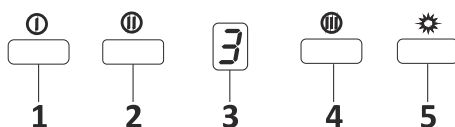

Fig. 18: 3 Trins Digital Knap
- 1.** Tryk på denne knap for at tænde for apparatet. Når der trykkes på denne knap, tændes apparatet med 1. hastighed. Fig. 18
- 2.** Når der trykkes på denne knap, vil apparatet blive betjent med 2. hastighed. Fig. 18
3. ➤ Digital Skærm: De kan se, hvilken hastighed apparatet er i drift.Fig. 18
4. ➤ Når der trykkes på denne knap, vil apparatet blive betjent med 3. hastighed.Fig. 18
5. ➤ Tryk på denne knap for at tænde lyset og låget.Fig. 18
6. ➤ Hvis De trykker på en motor initieringsknap mere end 2 sekunder, aktiveres en 15 minutters timerfunktion. Når timeren er startet, sender displayet et signal, hvor motoren ophører med at fungere efter 15 minutter.Fig. 18